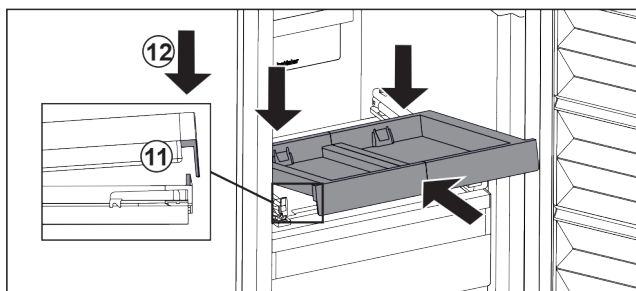

Fig. 103
- Zasuňte ju šikmo. Dbajte na to, aby sa na oboch stranách doraz nachádzal za sponou. Fig. 103 (11)
- Zložte vyťahovaciu poličku vpredu. Fig. 103 (12)